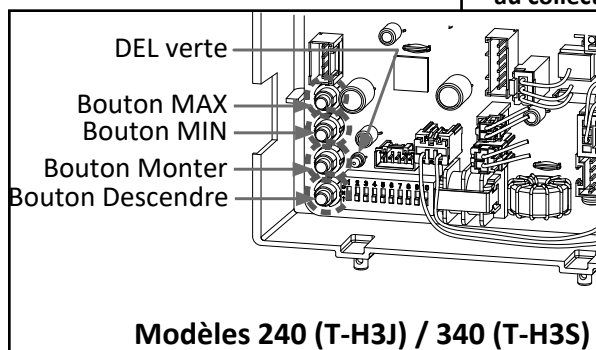
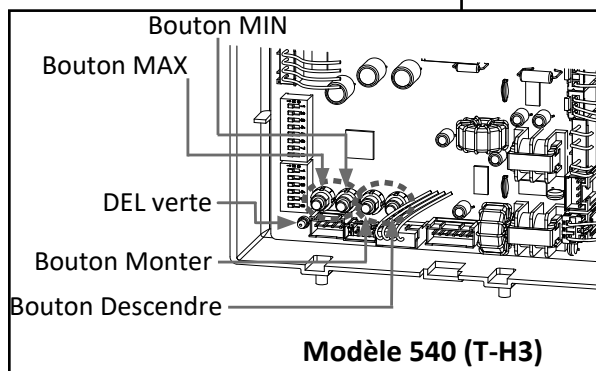

Figure 20
Figure 21
8. Ouvrez les appareils consommant le plus d'eau chaude dans le bâtiment, afin que le chauffe-eau se mette en marche. Lorsque le chauffe-eau atteint un régime de chauffage stable, **appuyez sur le bouton "MAX" de la carte électronique et maintenez-le enfoncé**. Voir Figure 20 ou Figure 21.
- Pour mesurer la pression de gaz au collecteur à puissance maximale, appuyez sur le bouton "MAX" sur la carte électronique et maintenez-le enfoncé (Figure 20 ou Figure 21 à la page 36).
- Pour mesurer la pression de gaz au collecteur à puissance minimale, appuyez sur le bouton "MIN" sur la carte électronique et maintenez-le enfoncé (Figure 20 ou Figure 21 à la page 36).
Appuyez sur le bouton "MAX" de la carte électronique et maintenez-le enfoncé. (Figure 20 ou Figure 21 à la page 36).
Tout en maintenant enfoncé le bouton "MAX", appuyez sur le bouton "Increase" ou "Decrease" pour augmenter ou réduire la pression du gaz au collecteur. (Voir Figure 20 ou Figure 21 à la page 36). Utilisez le manomètre pour confirmer que la pression a été réglée sur la valeur souhaitée.
5. Appuyez sur le bouton "MIN" de la carte électronique et maintenez-le enfoncé. Tout en maintenant enfoncé le bouton "MIN", appuyez sur le bouton "Increase" ou "Decrease" pour augmenter ou réduire la pression du gaz au collecteur. Voir Figure 20 ou Figure 21 à la page 36.